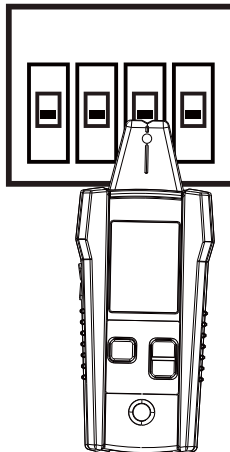

Fig. 3.2c: Justering af probespidsensorens rille med afbryderen/sikringen
2. Juster rillen på probespidsensoren i samme længderetning som afbryderen/sikringen (se fig. 3.2c).